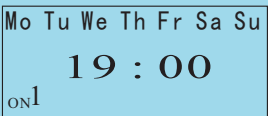

图1a
⑨	按“MANUAL”自动/手动键	使开关状态指向开关当前控制状态(开或关),再调到“自动”状态
- A. 按照步骤①、②、③,使显示屏显示如图1a所示。